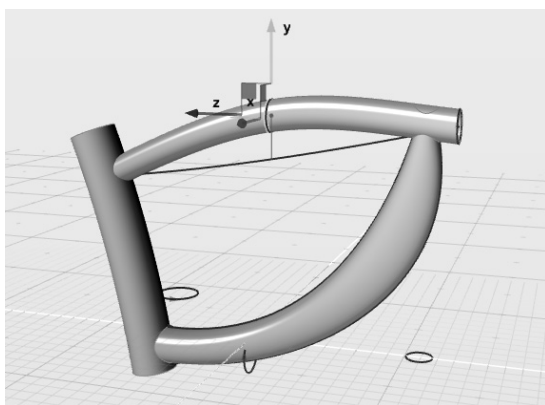

图 5-132 调整扫略曲面的剖面曲线位置
1) 读者可尝试调整扫略曲面的剖面曲线, 以获得不同的造型。例如, 调整中间剖面曲线的位置, 如图 5-132 所示。